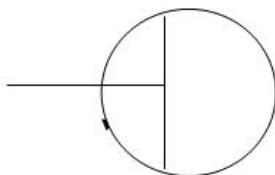
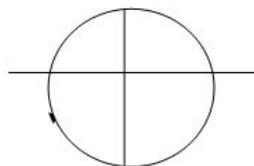

图 19 三通处探查示意图
图 20 四通处探查示意图
(8) 管线分支或三通、四通处探测：在上述地方探测信号将有明显的衰减，将探管仪接收机增益提高，再回走5m作环形探测，就可找到分支管线或三通、四通处。见图19、图20。